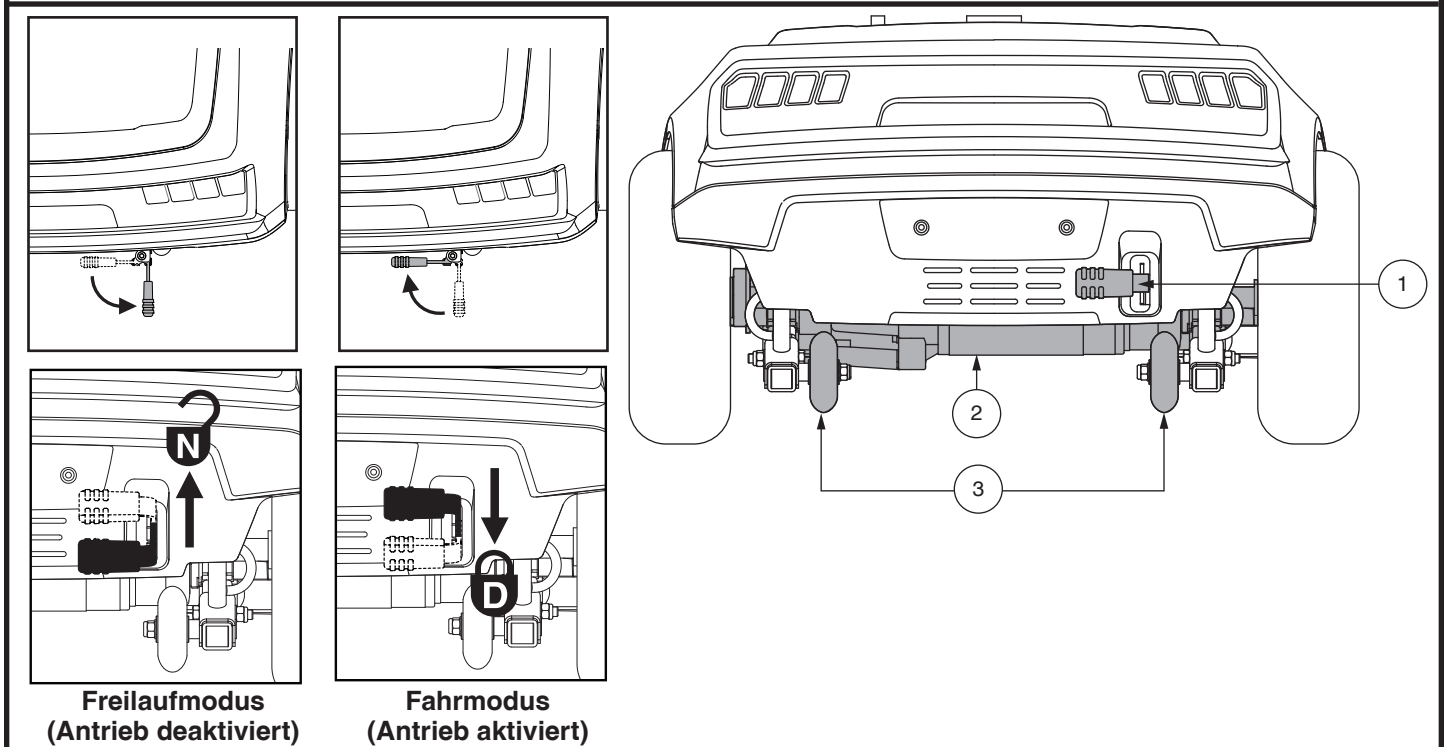

Abb. 2. Heckteil
2. Klappen Sie den Freilaufhebel um und strecken Sie ihn vom Roller weg. **Siehe Abbildung 2.**